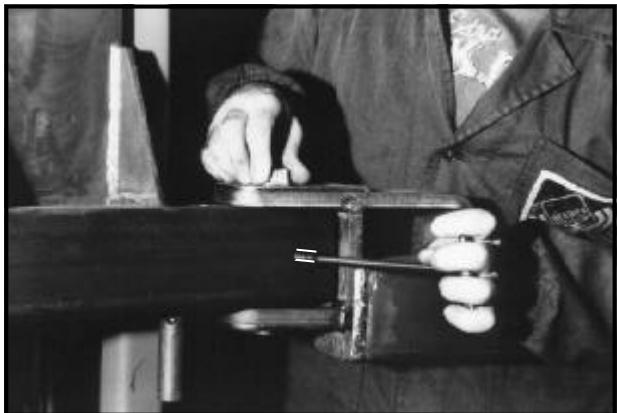

Fig.52
4 - Inserire i ganci M14 (3) avvitandoli alla testa contro da di (4) dall'interno del supporto tubolare, serrarli contro il perno e bloccare con i controdadi (Fig.52).
5 - (Fig.52) Insert the spring thrust pin (5) into the dovetail pin (1) and then the spring (6), making sure to grease the aforementioned parts before remounting them.